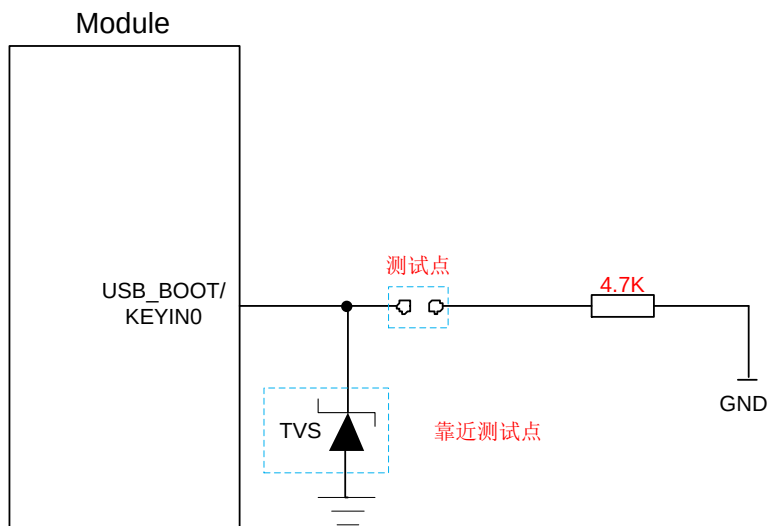

图 17: 紧急下载接口参考电路
3. 使用 MCU 控制模块进入紧急下载模式时，需按照如上时序图进行控制，手动进入紧急下载模式时，按照图 17 所示短接测试点即可。